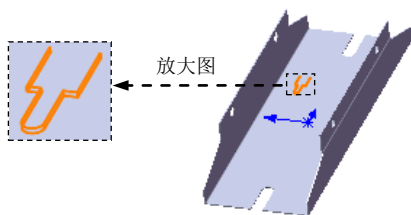
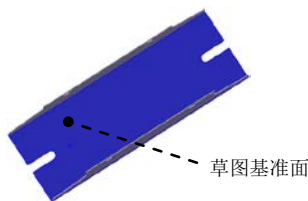

图 11.2.32 切除—拉伸—薄壁 1
图 11.2.33 草图基准面
Step12. 创建图 11.2.32 所示的切除—拉伸—薄壁 1。
(1) 选择命令。选择下拉菜单 **插入(I)** → **切除(C)** → **拉伸(E)...** 命令。
(2) 定义特征的横断面草图。
① 定义草图基准面。选取图 11.2.33 所示的表面为草图基准面。